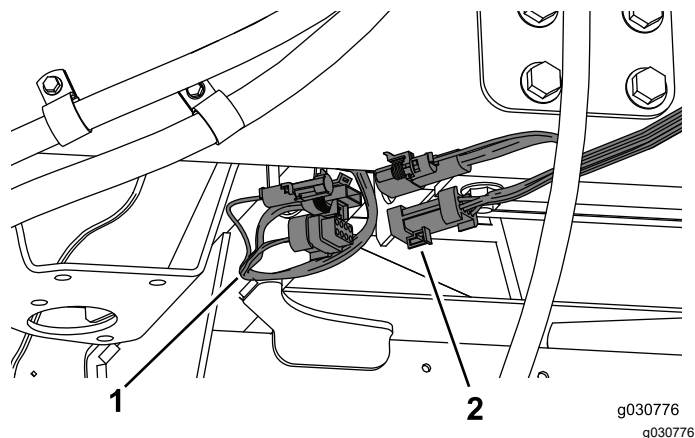

Figura 49
1. Collegate il cablaggio preassemblato proveniente dalla cabina al cablaggio preassemblato sul lato destro della macchina (Figura 49).